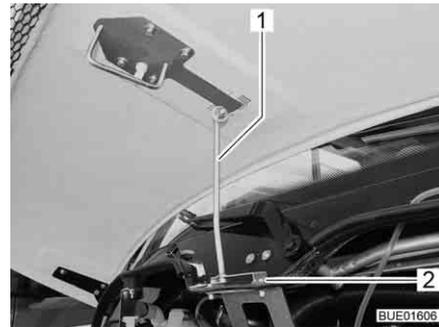

Fig. 42 Apoyo del capó del motor (Viseo)
- Desplegar el apoyo (Fig. 42,1) y enganchar el mismo en el alojamiento (Fig. 42,2).